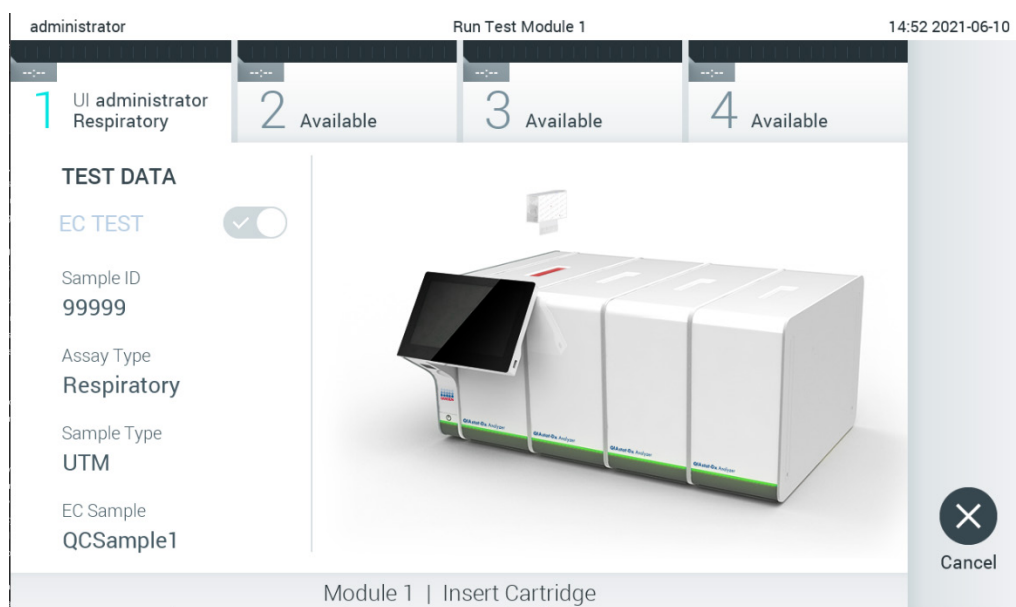

Figura 93. Inserindo o cartucho de ensaio QIAstat-Dx no QIAstat-Dx Analyzer 1.0.
9. Certifique-se de que as tampas de amostra da porta de swab e da porta principal do cartucho de ensaio QIAstat-Dx estejam firmemente fechadas. Quando a porta de entrada de cartuchos na parte superior do QIAstat-Dx Analyzer 1.0 se abrir automaticamente, insira o cartucho de ensaio QIAstat-Dx com o código de barras voltado para a esquerda e com as câmaras de reação voltadas para baixo (Figura 93).